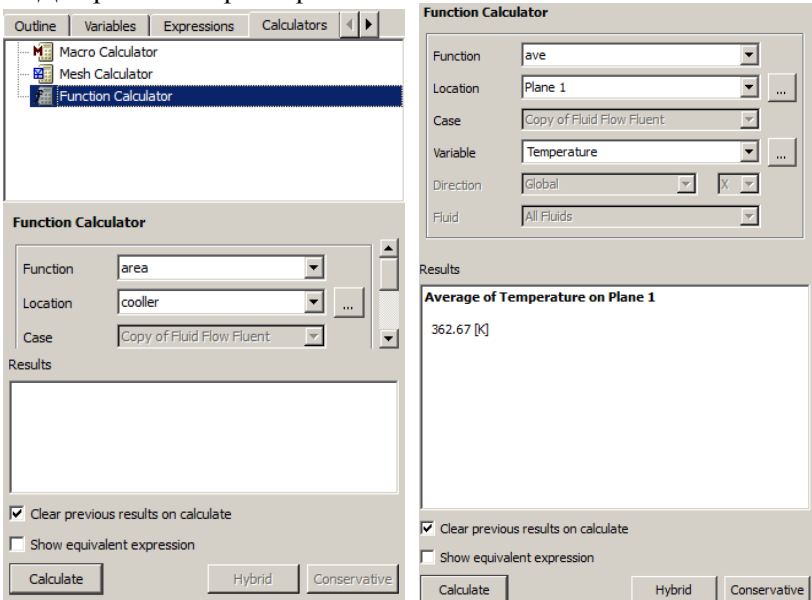

Рис. 54. Меню Function Calculator
**Шаг 5.** Для определения среднего значения температуры потока в сечении канала за охладителем необходимо перейти во вкладку *Calculators* → *Function Calculator*. Затем выбираются следующие параметры (рис. 54):